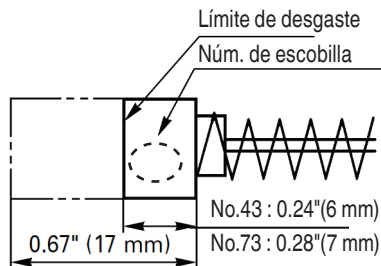

Fig. 20
4. Inspeccionar los escobillas de carbón (Fig. 20)